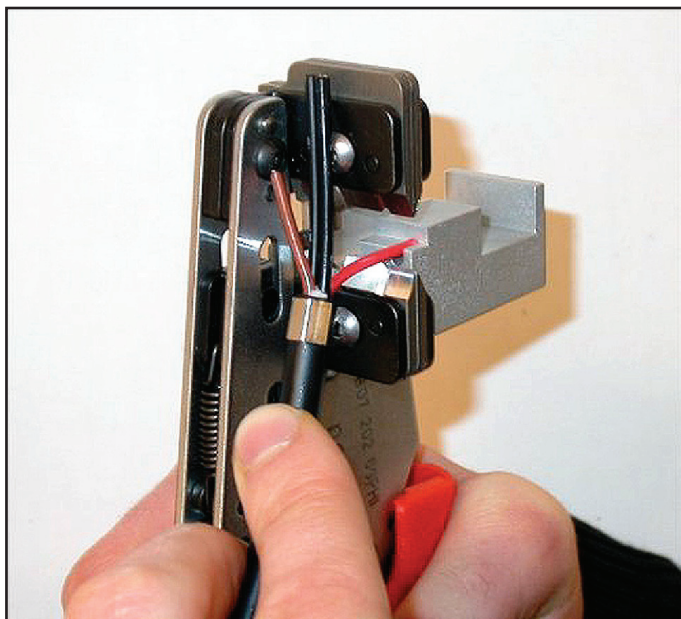

рисунок 45.11: Зачистка медного провода
- 9 Снимите красную и коричневую изоляцию с медных проводов, упирая их в ограничитель инструмента для зачистки проводов (инструмент 5, см. рисунок 45.11).